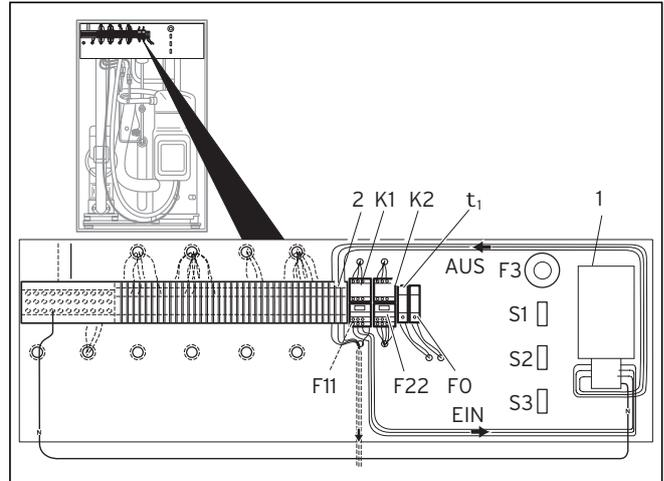

Abb. 4.1 Montage des Anlaufstrombegrenzers
- Führen Sie die Leitung „N“ (blau) des ASBs gemäß Abb. 4.1 und 4.2 an die Klemme „N“ der Netzeinspeisung des Kompressors und schließen Sie die Leitung an.